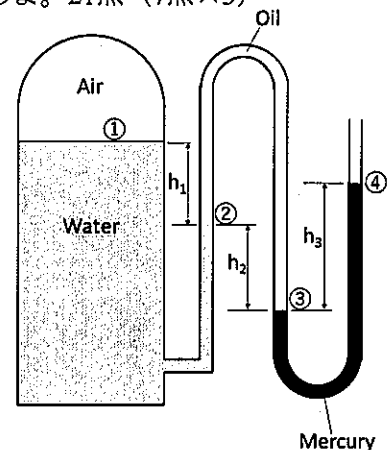

図 1
問1. 図1のように、タンク内の水が空気によって加圧されており、タンクには圧力測定のためのマンノメータが接続されている。ここで、水、オイルおよび水銀の密度はそれぞれ 1000kg/m^3 、 850kg/m^3 および 13600kg/m^3 とし、マンノメータ内の各液面までの高さはそれぞれ、 $h_1=0.2\text{m}$ 、 $h_2=0.3\text{m}$ および $h_3=0.46\text{m}$ であり、マンノメータの液面④は大気に開放されている。以下の各値を求めよ。21点 (7点×3)